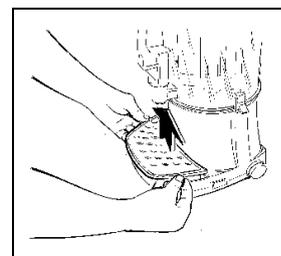

Fig. 13
- **P**our enlever le bac ramasse-gouttes le soulever et le tirer dans le sens de la flèche (fig. 13).